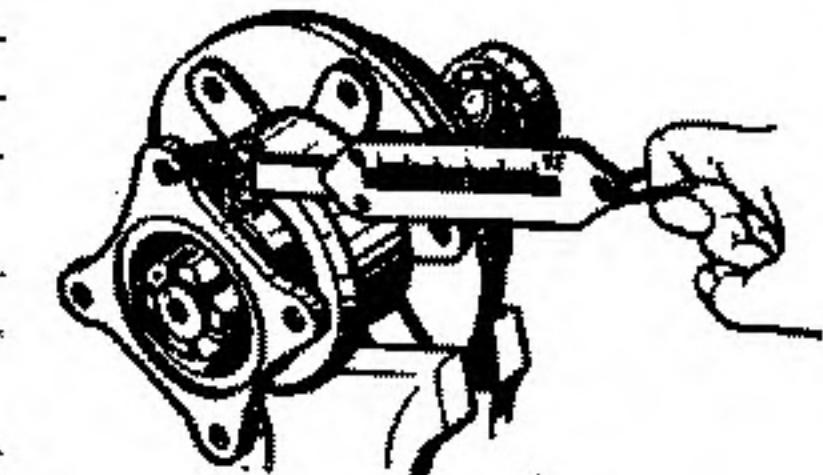

Рис. 46. Проверка затяжки подшипников ведущей шестерни
17. Проверить затяжку подшипников с помощью динамометра (рис. 46). Для этого муфту с крышкой зажать в тиски, за отверстие фланца зацепить крючок динамометра и плавно проворачивать шестерню. При нормальной затяжке подшипников динамометр должен показывать 2,9—6,2 кгс. Когда сопротивление вращению подшипников окажется в пределах нормального, заметить положение гайки относительно торца хвостовика, нанеся метки на торце вала и гайке, и зашплинтовать гайку.